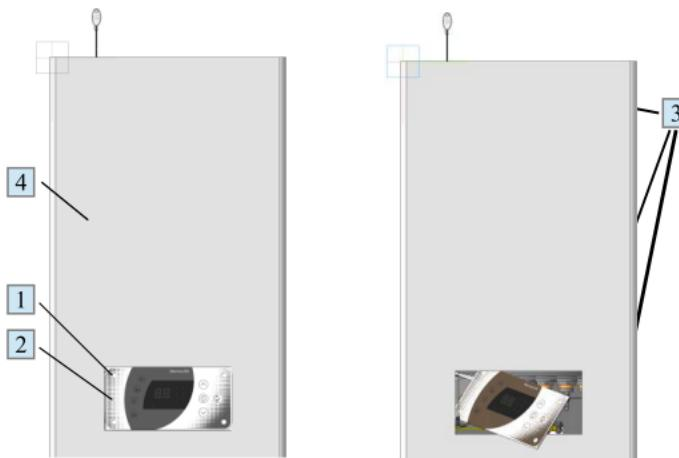

Рисунок 1.
Внешний вид изделия представлен на рис. 1.
- запрещается работа прибора при снятом кожухе (5) и панели лицевой (4) рис.1.